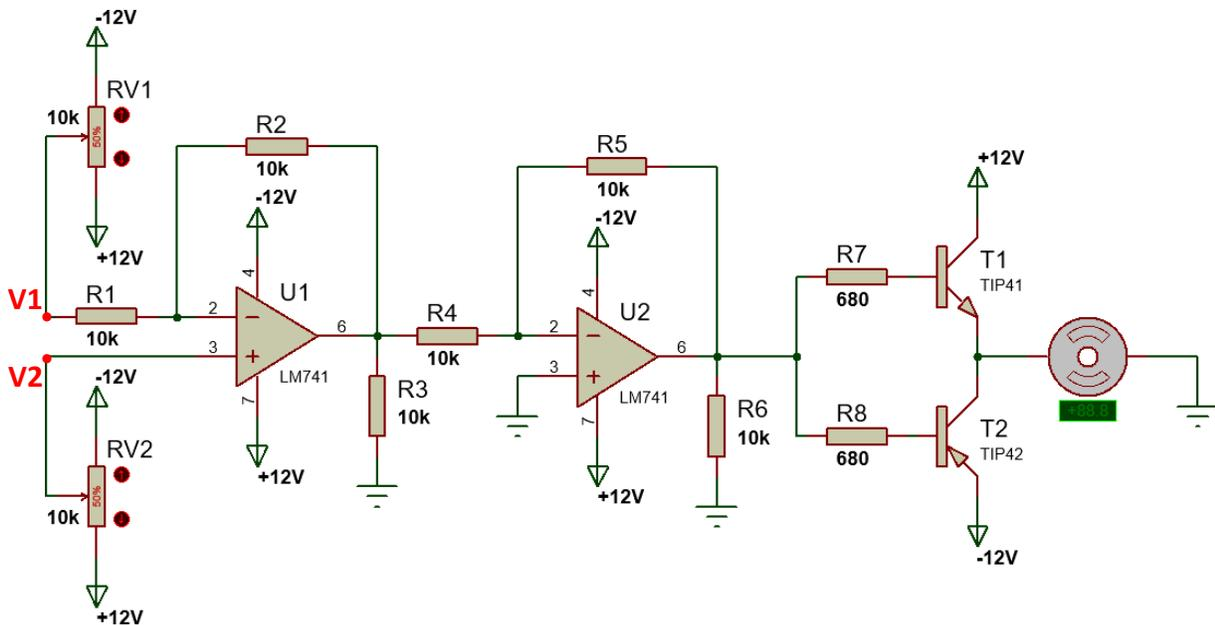

Figura 6.2. Circuito del controlador proporcional.
- 2) Realice la simulación de circuito de la figura 6.2 siguiendo el procedimiento experimental. Guarde la simulación y entregue una copia impresa o en formato electrónico de los resultados de acuerdo con lo indicado por el profesor.
- 3) El alumno deberá traer el circuito de la figura 6.2 previamente armado.
1. Arme el circuito mostrado en la figura 6.2.